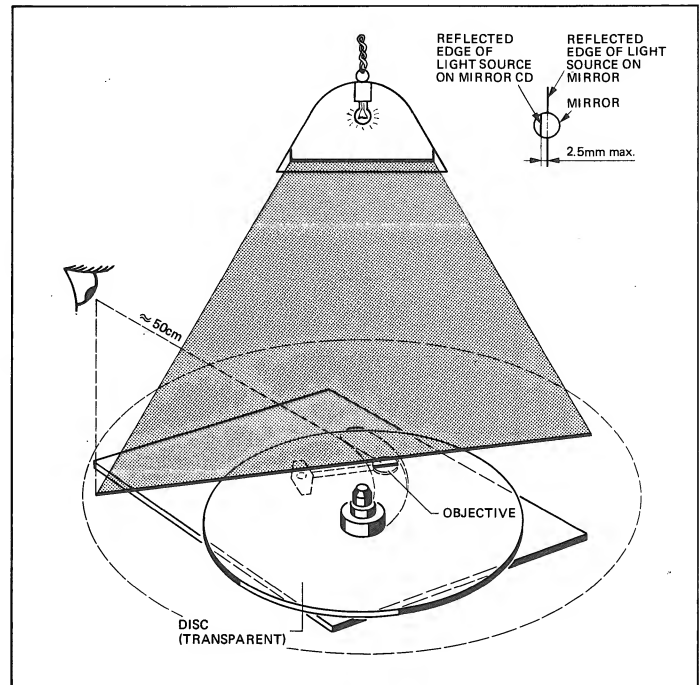
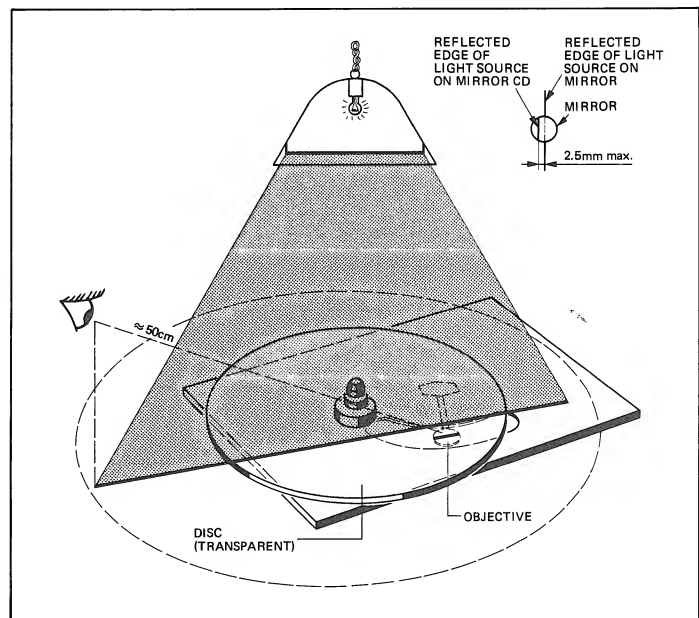

Fig. 4.11
Fig. 4.12
→ fig. 4.11 / fig. 4.12
- En observant les deux ombres sur le disque de verre et le miroir (fig. 4.11) on ne doit pas constater de décalage latéral de plus de 2,5 mm.
- Poser le mécanisme de manière que la ligne d'ombre tombe perpendiculairement au bras mais en passant par le centre du miroir sur l'optique à laser (fig. 4.12).